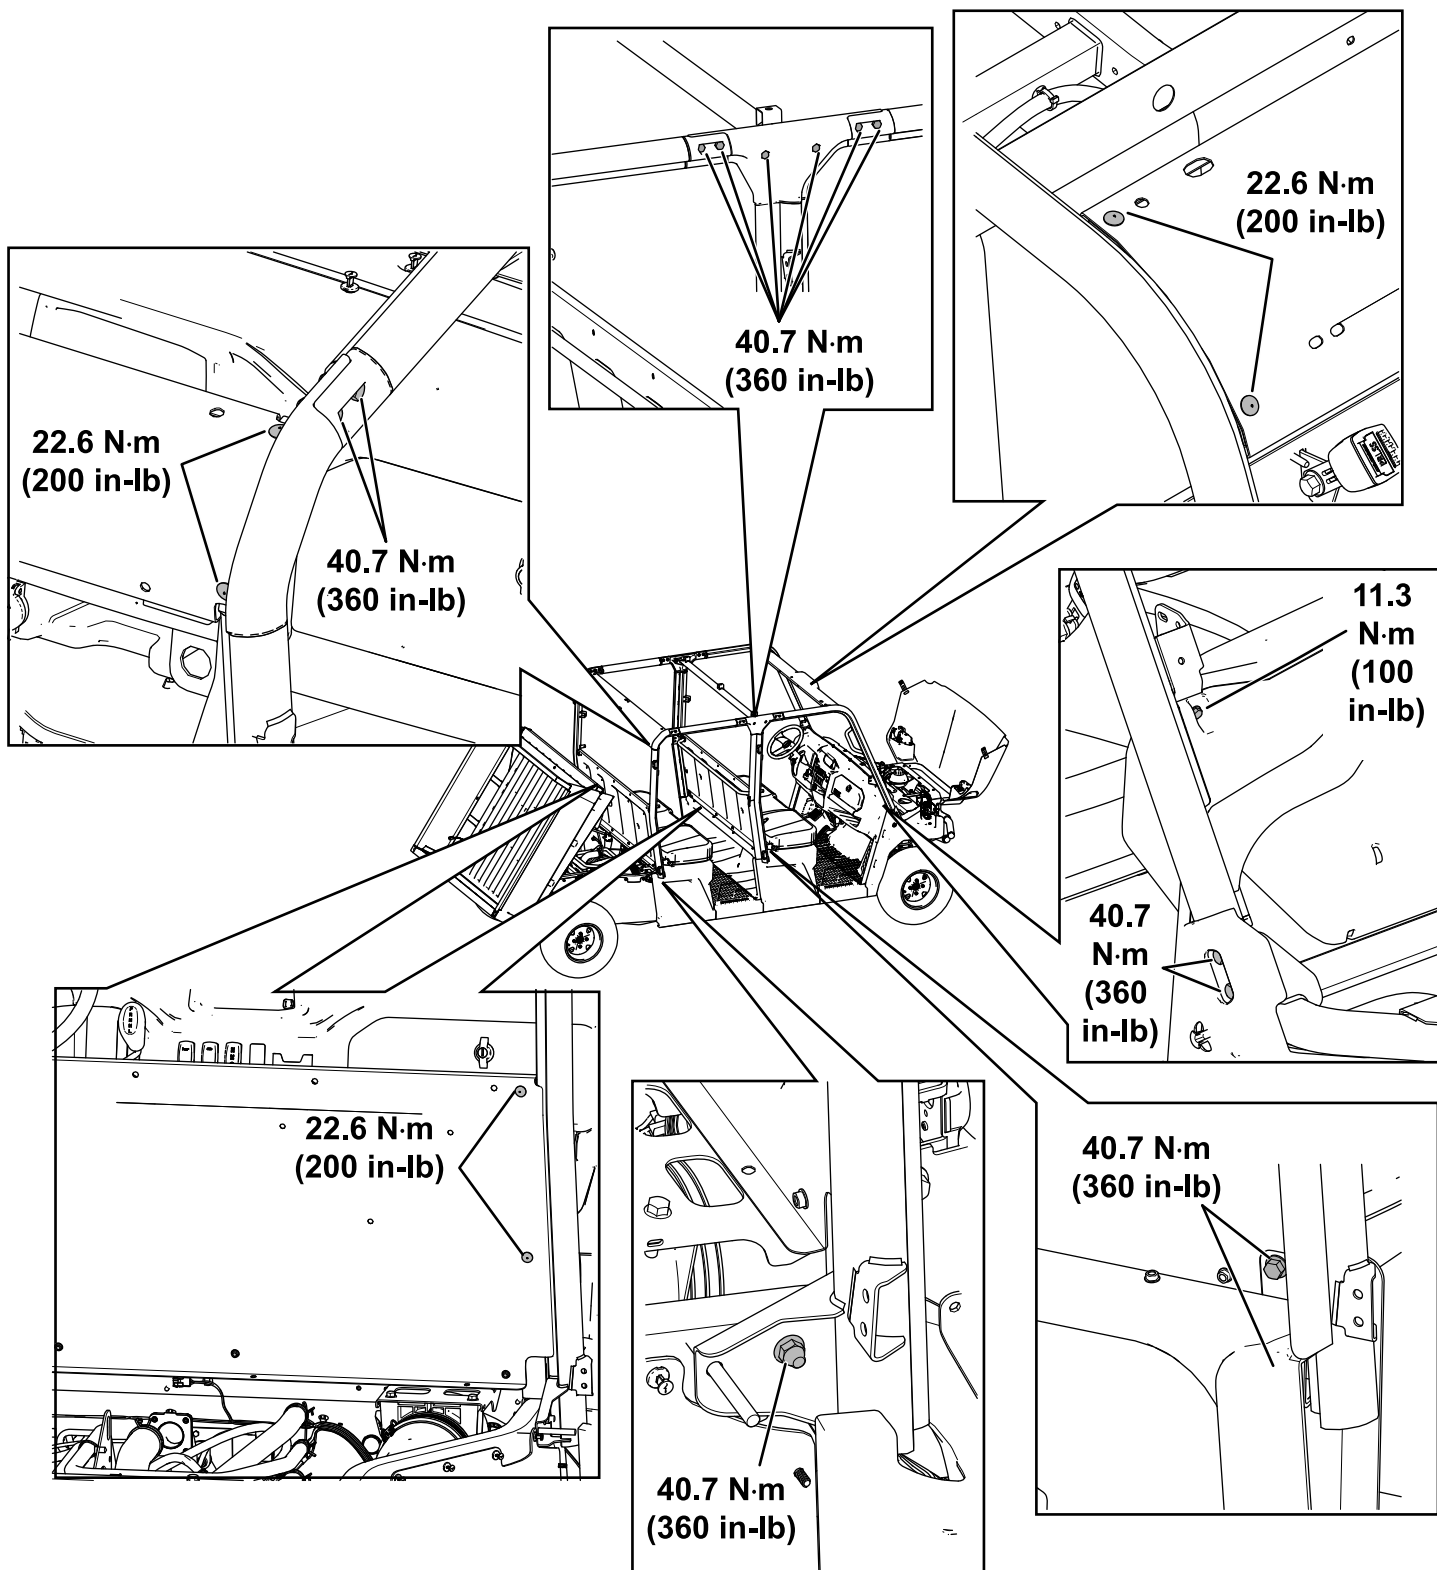

Figura 52
25. Serrate i dispositivi di fissaggio secondo le specifiche mostrate nella Figura 52.